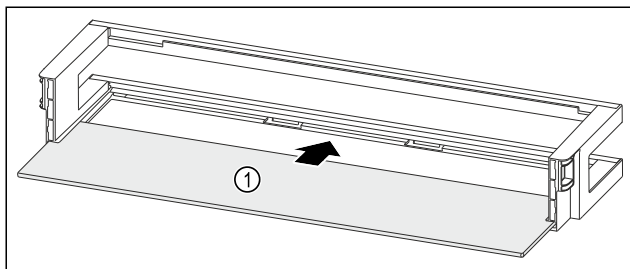

Fig. 134 Лотки на дверцятах з полицею
- Посуньте полицю Fig. 134 (1) у бічні пази.